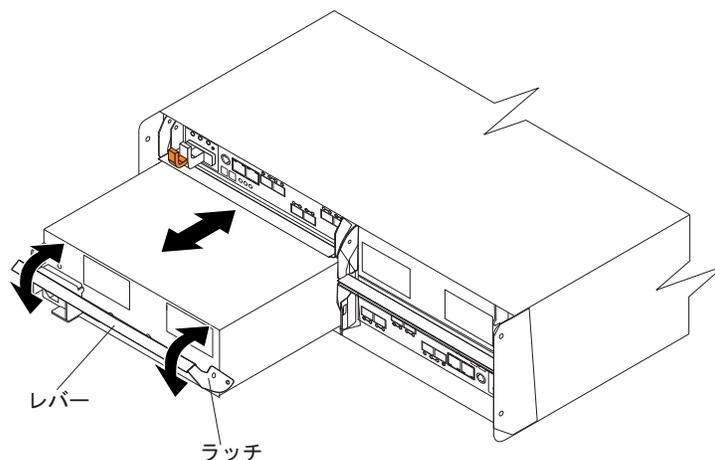

図 85. 電源機構およびファン・ユニットの交換
AC 電源機構およびファン・ユニットを交換するには、以下の手順を使用します。167 ページの図 85 に、ユニットの取り外しと挿入を示します。
11. ゆっくりとレバーをシャーシから引き離し、167 ページの図 85 に示すように電源機構およびファン・ユニットを取り外します。